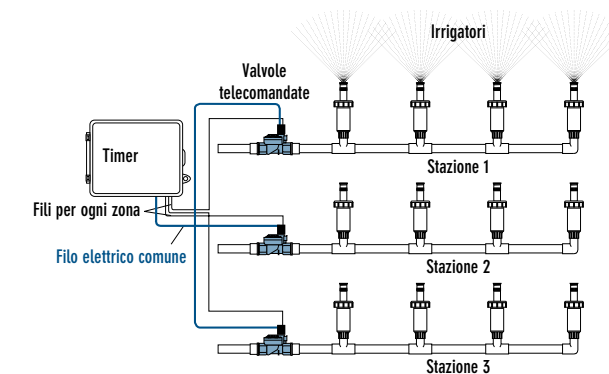

Figura 13: Collegamento dei fili dell'irrigatore alle valvole
- Collegare uno dei fili di ciascuna valvola (non importa quale) al filo "comune" dell'irrigatore (generalmente bianco). [Vedi Figura 13]